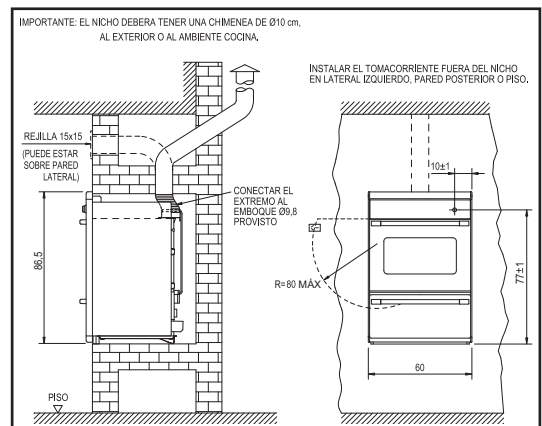

Fig. 5: Gráfico de salida de gases del horno al exterior y al interior con rejilla
A los efectos de optimizar el funcionamiento del horno **LONGVIE**, se debe proveer una ventilación adecuada para los gases calientes provenientes del horno. Al elegir el mueble en donde se instalará el horno asegúrese que en su respaldo se haya previsto el espacio necesario para alojar el tubo de salida de los gases calientes y el fácil acceso a la conexión de gas desde el piso del estante del mueble ubicado sobre el horno. Es necesario conectar un conducto flexible al extremo del emboque del colector de gases calientes ubicado en la parte posterior superior del horno, de 9,8 cm de diámetro (Fig. 5).
2. Conecte a la cañería de gas del edificio un niple G1/2" y un codo G1/2" HH cuyo extremo libre quede alineado aproximadamente con el frente del nicho (Ver Fig. 5).